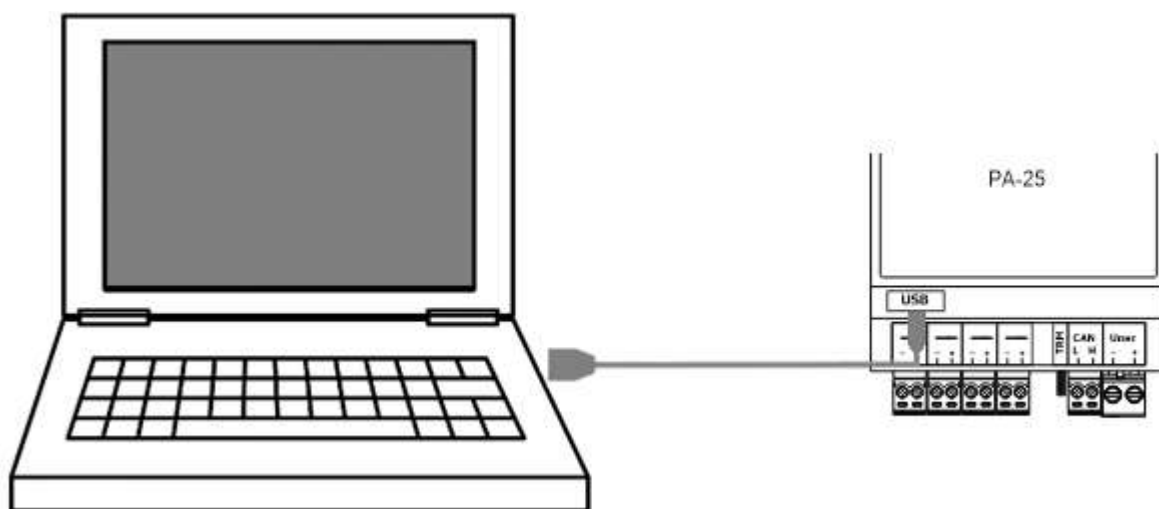

Рисунок 2 – Подключение РА-25 к ПК
2. Соединить РА-25 с ПК с помощью mini-USB-кабеля (см. рисунок 2), подать питание на контроллер (см п. 7.2).